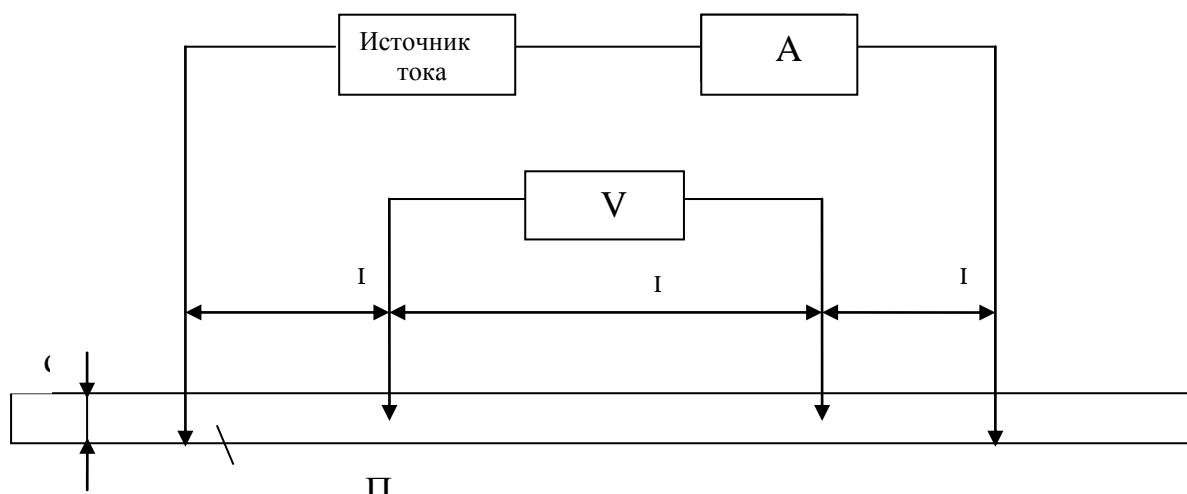

Рис. 1. Схема измерения поверхностного и удельного сопротивлений четырех зондовым методом: 1–4 – зонды.
2. Рассчитать поверхностное и удельное сопротивление полупроводниковой подложки. на рис. 1.